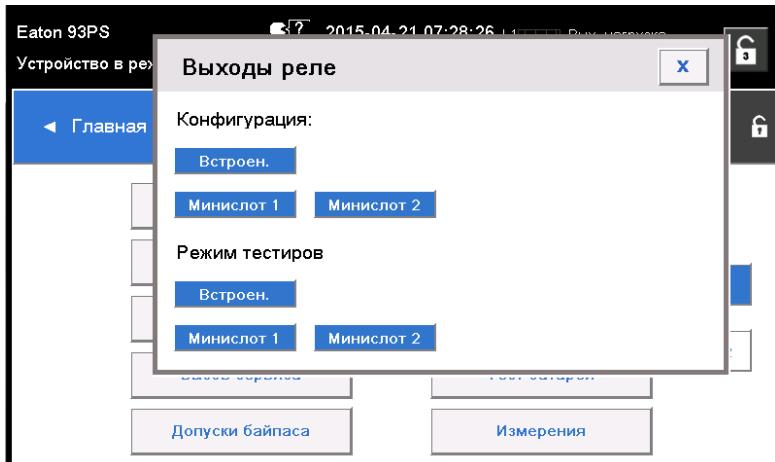

Рисунок 29. Параметры конфигурации релейных выходов
10. Для проверки реле необходимо выбрать любой из параметров в режиме тестирования (см. Figure 29).